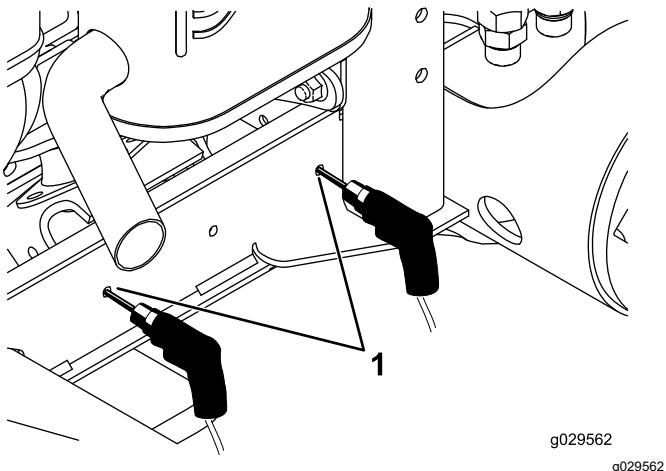

Figure 20
10. Percez 2 trous de 7,13 mm de diamètre dans le profilé du cadre (Figure 20) aux emplacements repérés à l'opération (8).